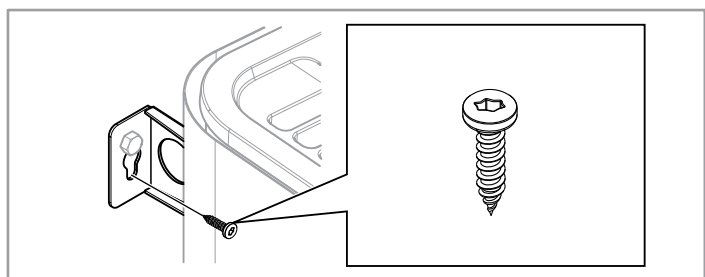

Figure 14 : Vis de verrouillage de support
8. Bloquez le poêle en place avec la vis de verrouillage (voir figure 14).